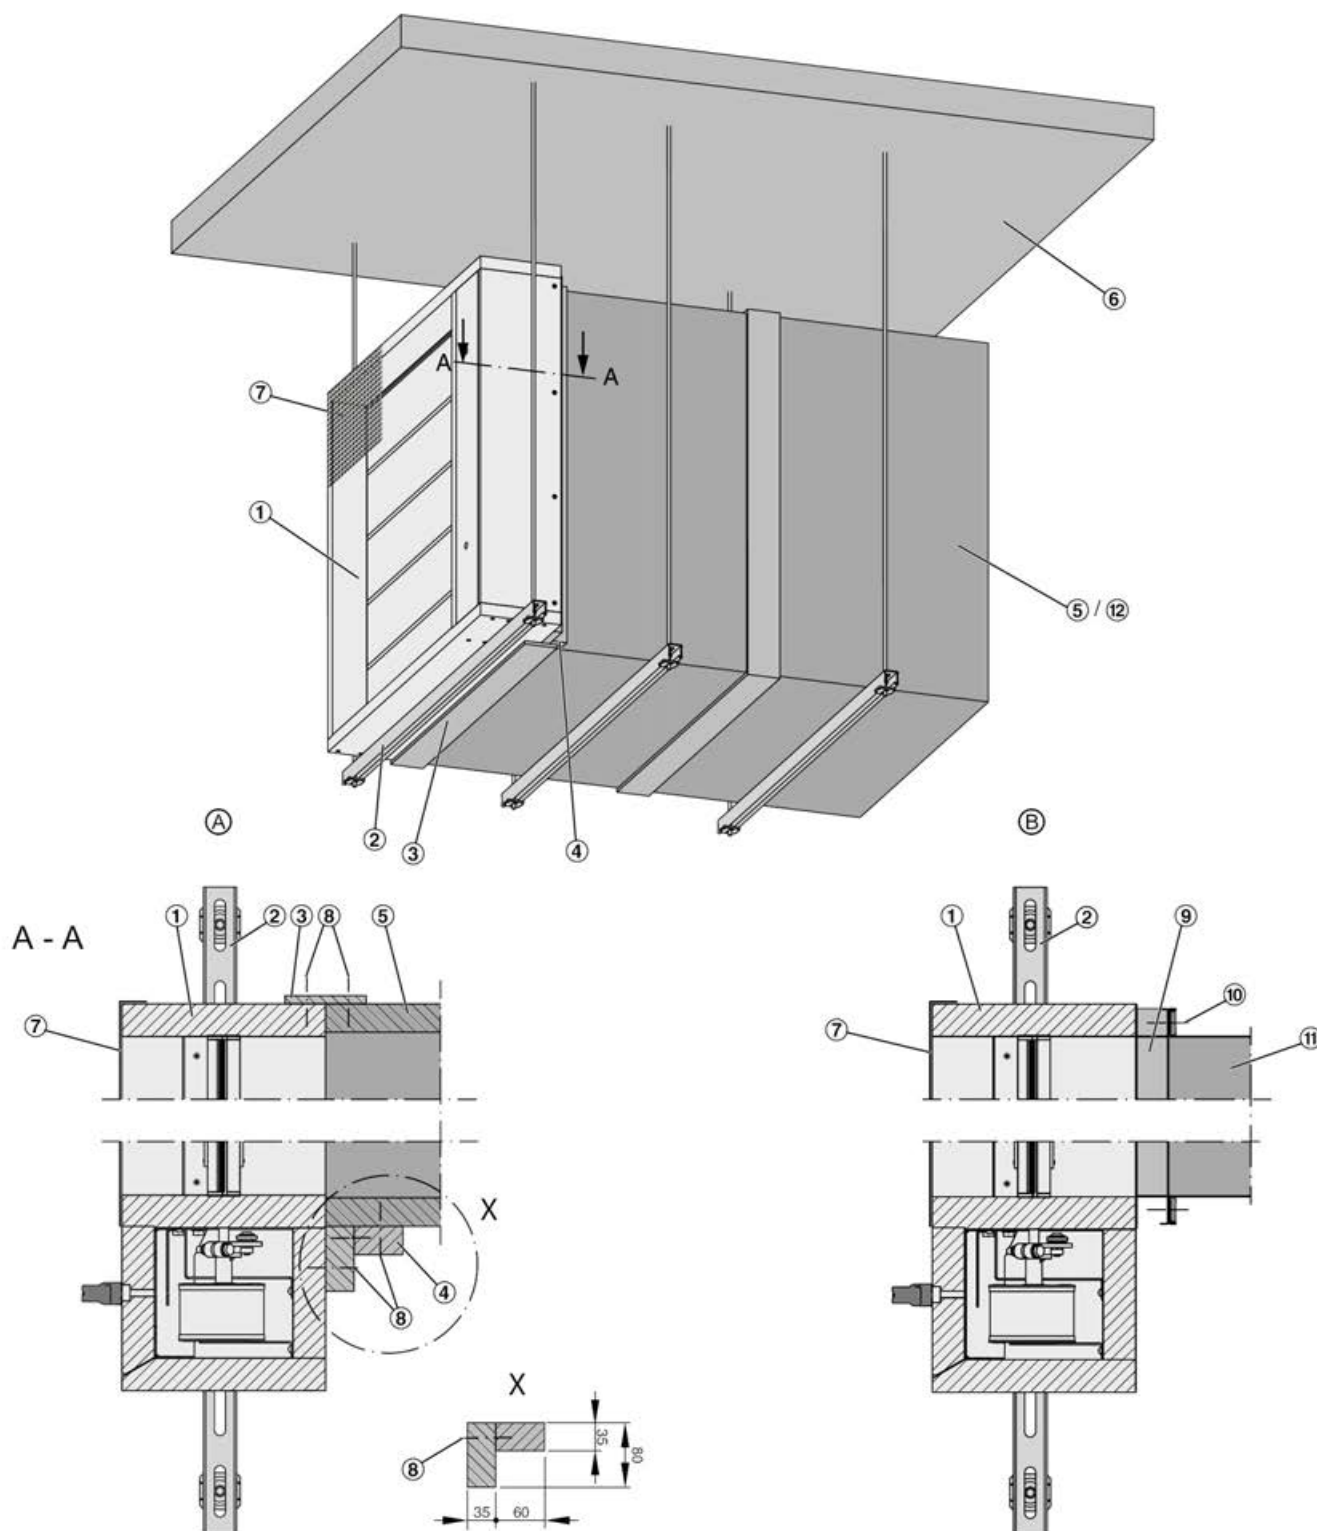

Fig. 33: Instalación al final de un conducto horizontal para extracción de humo
3. ▶ Fijar el tramo en esquina ( Fig. 33 /4) entre el actuador encapsulado y el conducto para extracción de humo.
4. ▶ Conecte el conducto para extracción de humo a la compuerta con la correa para conexión ( Fig. 33 /3) ↪ 6 «*Conducto para extracción de humo y rejilla de protección*» en la página 67 .
1. ▶ Suspender la compuerta ( Fig. 33 /1) con los marcos para conexión a ambos lados (opcionalmente; Fig. 33 /9) ↪ 5.9 «*Instalación suspendida de la compuerta para extracción de humo*» en la página 66 .
2. ▶ Dirija el conducto para extracción de humo ( Fig. 33 /11) hasta la compuerta para control del humo y realice la suspensión de la compuerta.
3. ▶ Fije con tornillos ( Fig. 33 /10) el conducto para extracción de humo a los marcos de montaje.